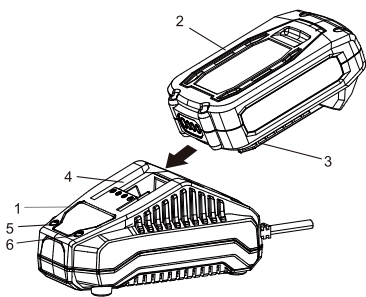

Fig. 1
1. Placer le chargeur de batterie (1) dans un endroit sec à proximité d'une prise de courant 110 à 120 V 60 Hz (figure 1).